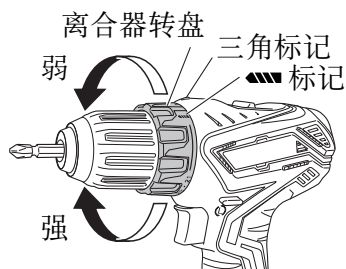

图 7
## 6. 确认离合器转盘位置（请参照图 7）
### (2) 旋紧转矩指示（请参照第 11 页的图 7）
### (3) 调节旋紧转矩（请参照第 11 页的图 7）